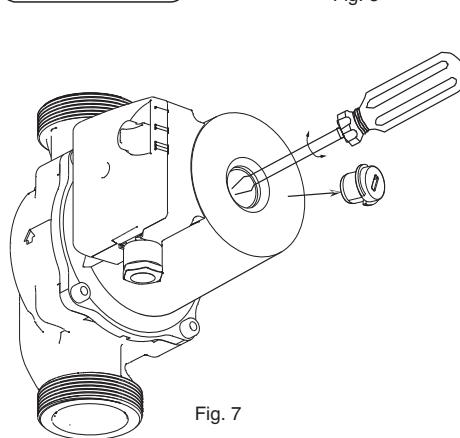

Fig. 7
- Demontera luftskruven och rotera axeln med en spårmejsel (fig. 7);
Regolazione a curva fissa: in questo caso il riferimento di tensione consente di variare la curva fissa di riferimento (fig. 7).